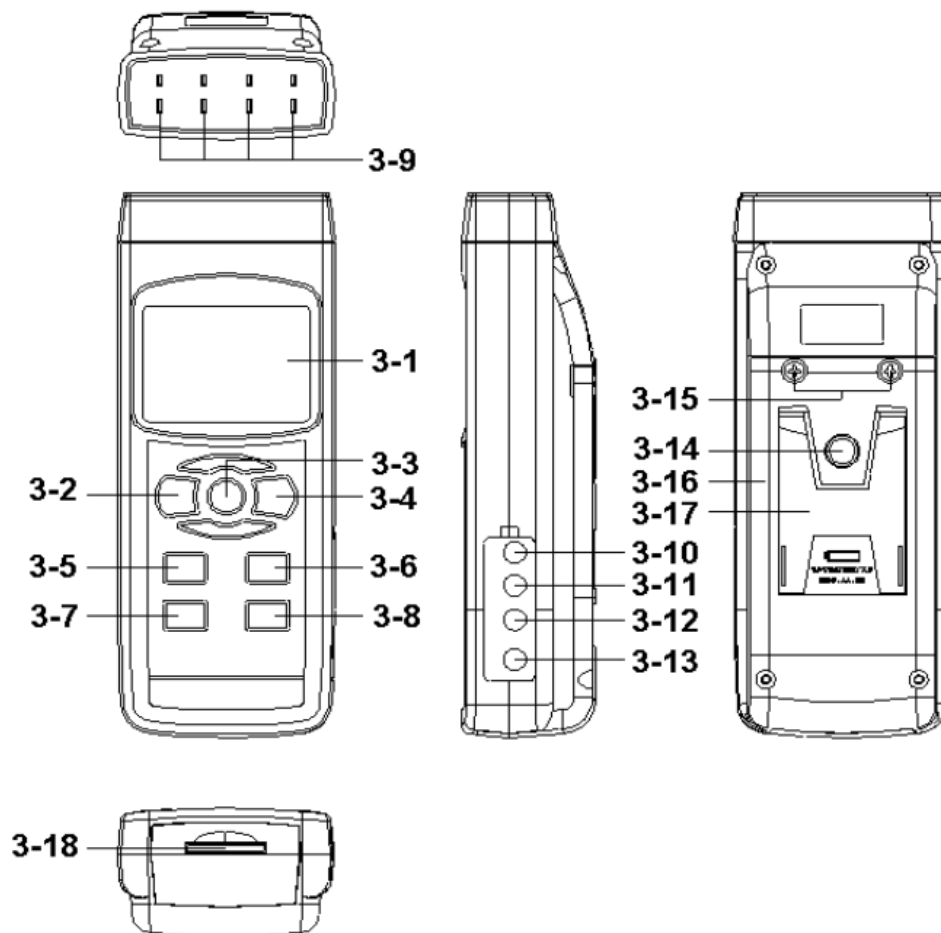

Fig. 1
- 1) Ligue o medidor, pressionando uma única vez a tecla "Power" (3-2, FIG 1)
- 3) Insira as sondas Tipo K no soquete de entrada "T1, T2, T3, T4" (3-9, Fig. 1).
Todos os procedimentos de medição são os mesmos do Tipo K (seção 4-1), a não ser quando for necessário alterar o tipo de sensor de temperatura para o "Tipo J/K/T/E/R/S", pressionando a tecla "Type" (3-5, FIG 1) até aparecer o indicador "J/T/E/R/S" na tela.
- 1) Todos os procedimentos de medição são os mesmos do Tipo K (seção 4-1), a não ser quando for necessário alterar o tipo de sensor de temperatura para o tipo "Pt", pressionando a tecla "Type" (3-5, FIG 1) até aparecer "Pt" na tela superior de LCD.
Ao pressionar a tecla "T1-T2" (3-6, FIG 1), a tela exibe o valor de diferença de temperatura entre T1 e T2 (PT1 e PT2) da seguinte forma:
Pressione a tecla "HOLD" de congelamento (3-3, FIG. 1) para congelar o valor medido durante a medição, o sistema exibe o símbolo de congelamento na tela de LCD.
Pressione a tecla "REC" (3-4, FIG. 1) para iniciar a função de registro de dados o sistema exibe a abreviatura "REC" na tela.
- a) Pressione a tecla "REC" uma vez (3-4, FIG. 1). Com isso, o sistema exibe a abreviatura "REC MAX" na tela, juntamente com o valor máximo.
Para excluir o valor máximo, basta pressionar a tecla "HOLD" de congelamento (3-3, FIG. 1) uma vez para que o sistema exiba apenas o símbolo "REC" na tela e passe a executar, de forma contínua, a função de memória.
- b) Pressione novamente a tecla "REC" (3-4, FIG. 1). Com isso, o sistema exibe o símbolo "REC MIN" na tela, juntamente com o valor mínimo.
Para excluir o valor mínimo, basta pressionar a tecla "HOLD" de congelamento (3-3, FIG. 1) uma vez para que o sistema exiba apenas o símbolo "REC" na tela e passe a executar, de forma contínua, a função de memória.
Depois de pressionar "ON", a luz de fundo da tela de LCD liga automaticamente. Ainda no modo de medição, pressione a tecla "Backlight" (3-2, FIG 1) uma vez para desligar a luz de fundo da tela de LCD.
Introduza um cartão de memória "SD" (de 1 a 16 GB, opcional), com a frente voltada para o aparelho, na entrada de "SD" (3-18, FIG 1).
Pressione a tecla "REC" (3-4, FIG 1) uma vez para a tela de LCD exibir a abreviatura "REC". Em seguida, pressione a tecla "Logger" (3-8, FIG 1). A abreviatura "REC" começa a piscar e o bipe começa a apitar ao mesmo tempo em que a medição é feita e gravada no circuito de memória.
Para pausar o registro de dados durante a execução da função "Datalogger", basta pressionar a tecla "Logger" (3-8, FIG 1) uma vez, a fim de parar, temporariamente, a gravação de dados da medição no circuito de memória. Com isso, a abreviatura "REC" para de piscar.
Para pausar o registro de dados, pressione e mantenha pressionada a tecla "REC" (3-4, FIG 1) por, pelo menos, dois segundos. Com isso, a abreviatura "REC" desaparece da tela e o registro de dados é interrompido.
Pressione a tecla "REC" (3-4, FIG 1) e, com isso, a tela de LCD exibe a abreviatura "REC". Em seguida, pressione uma vez a tecla "Logger" (3-8, FIG 1). Com isso, a abreviatura "REC" aparece uma vez e o bipe soa uma vez, ao mesmo em que são gravados no circuito de memória os dados da medição, a informação de tempo e o número da posição.
- * Durante a execução da função de "Manual Datalogger", utilize a setas "▲" (3-5, FIG 1) ou "▼" (3-6, FIG 1) para ajustar a posição da medição (de 1 a 99, por exemplo, sala 1 até sala 99), a fim de identificar o local da medição.*
Pressione e mantenha pressionada a tecla "REC" (3-4, FIG 1) por, pelo menos, dois segundos. Com isso, a abreviatura "REC" desaparece da tela e o registrador de dados é encerrado.
Durante o processo de medição normal (e não quando o "Datalogger" estiver rodando), se você pressionar a tecla "Time check" (3-7, FIG 1) uma vez, as informações sobre tempo serão exibidas na parte de baixo do visor de LCD, incluindo ano, mês, data, hora, minuto e segundo.
Durante o processo de medição normal (e não quando o "Datalogger" estiver rodando), se você pressionar a tecla "Sampling" (3-7, FIG 1) uma vez, as informações sobre o tempo da amostragem serão exibidas na parte de baixo do visor de LCD em segundos.